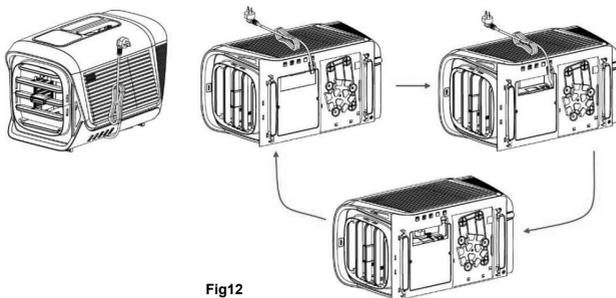

Fig12
4.2. Il cavo di alimentazione viene riposto automaticamente e la spina del cavo di alimentazione viene posizionata nella scatola portaoggetti della macchina; (il cavo di alimentazione opzionale può essere riposto automaticamente; come mostrato di seguito: Fig12);